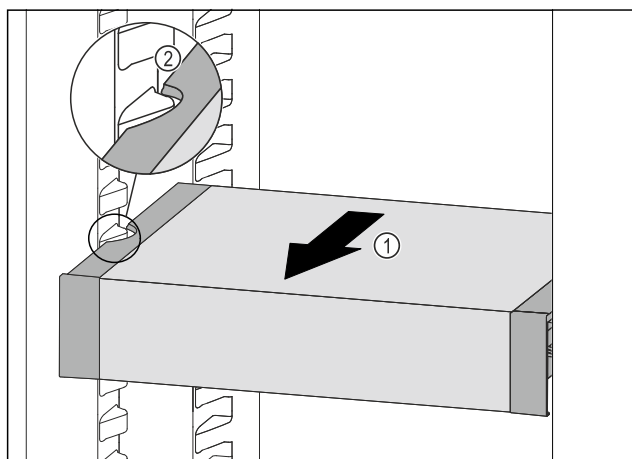

Fig. 145
- ▶ Ladicu VarioSafe vucite prema naprijed Fig. 145 (1) sve dok se bočni otvori ladice VarioSafe ne nađu na visini žlijeba spremnika u hladnjaku. Fig. 145 (2)